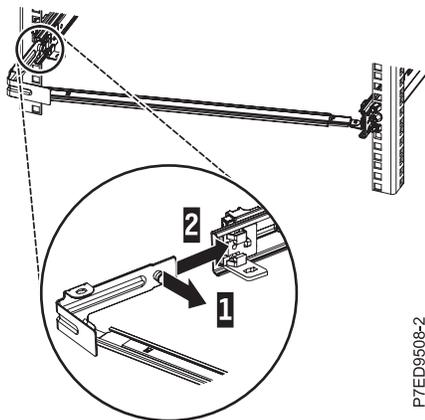

Figura 14. Tendido de los rieles deslizantes y alineación de las cabezas de clavo del servidor con las ranuras del riel
3. Para conectar el otro lado del brazo de soporte a la parte posterior del riel deslizante, tire de la patilla hacia afuera (1) y, a continuación, deslice la pieza de sujeción (**B**) en el riel deslizante izquierdo (2), tal como se muestra en la Figura 14 en la página 12.